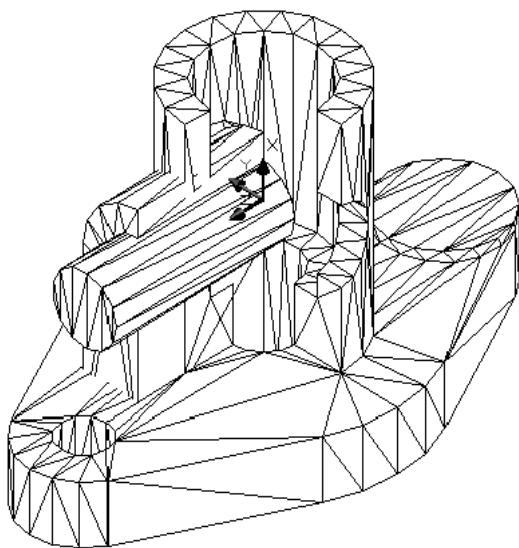

图 7-89
(29)单击【绘图】下拉菜单中的【实体】子菜单中的【拉伸】选项。将绘制好的圆拉伸“40”个高度。如图 7-89 所示：